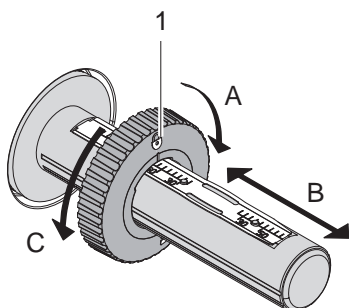

Рис. 11 Настройка ограничителей полей
3. Установите ограничитель поля (1) на размотчик (3) в соответствии с шириной трансферной ленты (Рис. 11).
- Удерживая размотчик, разблокируйте ограничитель поля (1) путем его вращения в направлении «А».
- Перемещайте ограничитель поля (1) в направлении «В» и с помощью шкалы выставьте его на ширину трансферной ленты.
- Удерживая размотчик, зафиксируйте ограничитель поля (1) путем его вращения в направлении «С».
4. Наденьте рулон трансферной ленты (5) на размотчик (3) до ограничителя поля (1) так, чтобы цветное покрытие ленты при размотке было снизу.